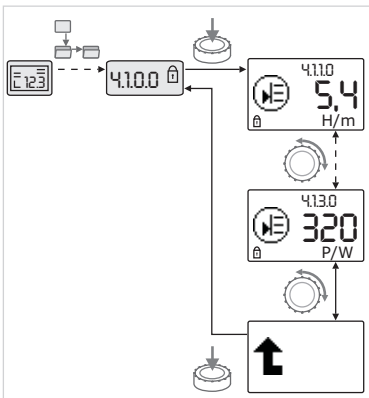

Fig. 43: Appeler des informations
- Une rotation du bouton de commande permet de faire défiler les éléments de menu de type « Information » du sous-menu actuel (voir Fig. 43). Pour des explications sur les réglages représentés par des symboles, voir le tableau au chapitre 8.7 « Référence des éléments de menu », page 161.